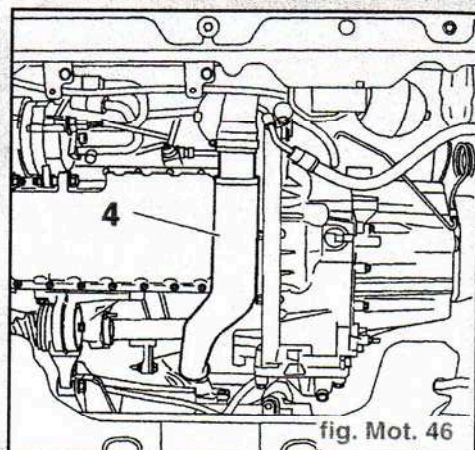

fig. Mot. 46
- le conduit (3)
- le conduit (4) (fig. Mot. 46)